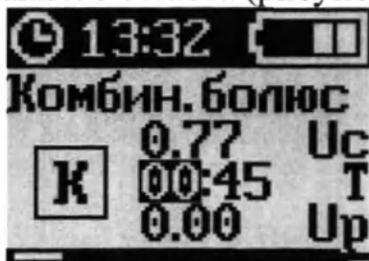

Рисунок 117 – Экран «КОМБИН.БОЛЮС» (часы)
5. Нажать кнопку «ОК» для подтверждения ввода и перехода к установке длительности часов комбинированного болюса (рисунок 117).